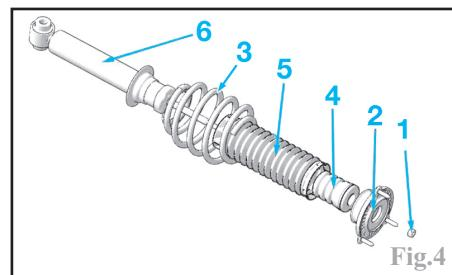

Fig.4
- l'écrou (1) (Fig.4) en empêchant la rotation de la tige d'amortisseur à l'aide d'une clé plate de 6.
- la coupelle (2).